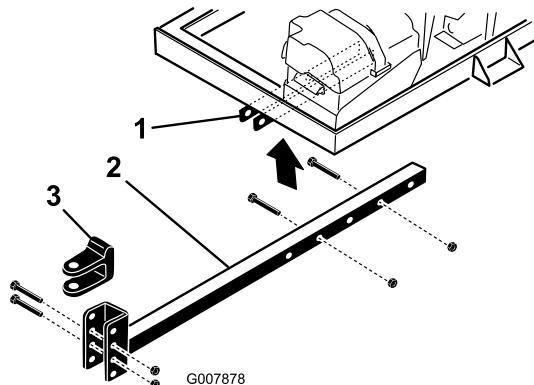

Figura 4
3. Inserite il tubo dell'attacco di traino nelle staffe del telaio (**Figura 4**). Fissate il tubo al telaio con
- Togliete i bulloni e i dadi di bloccaggio che fissano l'uncino dell'attacco di traino (**Figura 4**) al tubo dell'attacco di traino.